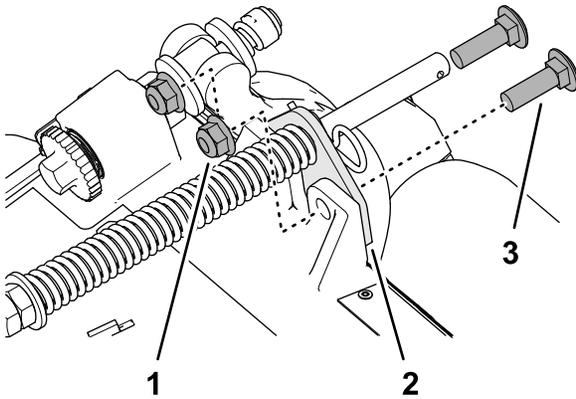

Figura 14
2. Rimuovete i 2 dadi di bloccaggio flangiati ($\frac{3}{8}$ " e i 2 bulloni a testa tonda ($\frac{3}{8}$ " x $1\frac{1}{4}$ " che fissano la staffa di compensazione per il manto erboso al telaio dell'apparato di taglio (Figura 14).